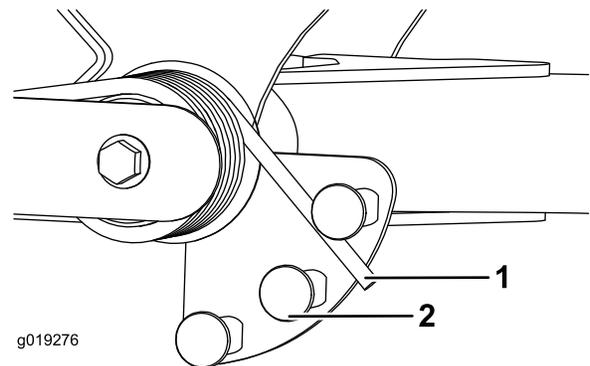

Figura 65
2. Inserite un tubo o un oggetto simile sull'estremità della molla lunga e giratelo attorno all'attuatore della molla nella posizione desiderata (Figura 65).